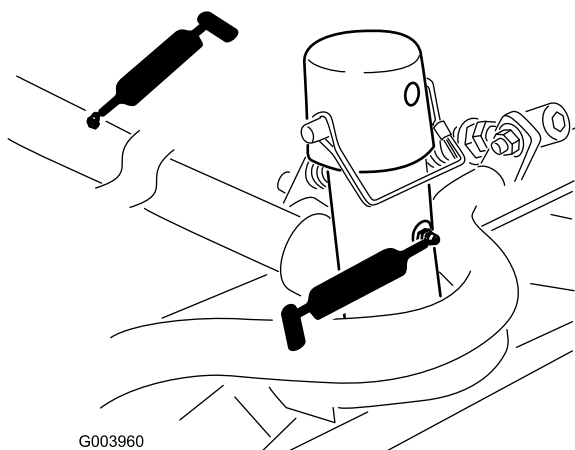

Figure 108
- Bâti porteur d'unité de coupe et pivot (x 2) (Figure 108)